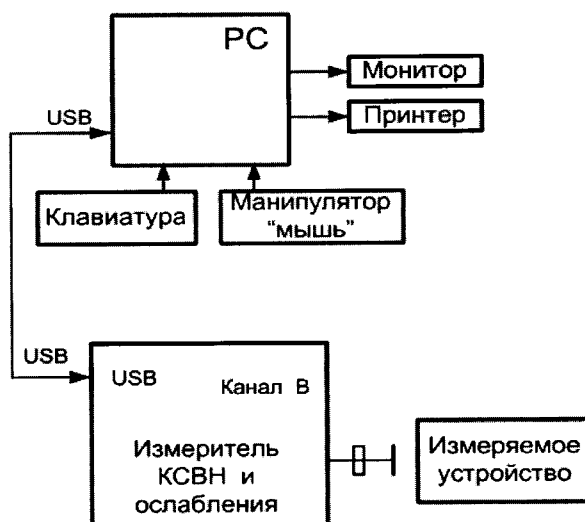

Рисунок 5
8.4.5 Подсоединить образцовую волноводную нагрузку (см п. 8.4.2) к фланцу рефлектометра (рисунок 5).